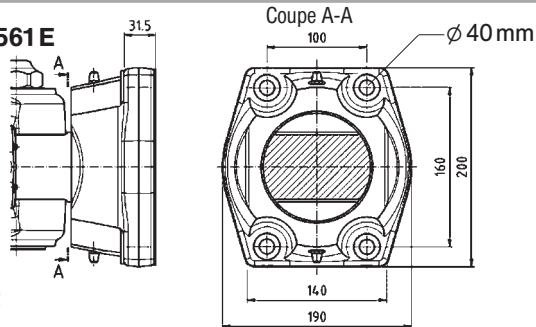

Fig. 2
- pour l'attelage RO\*561E une traverse renforcée avec un entraxe G6 160x100 (voir fig. 2) de  $4 \times \phi 21$  est nécessaire